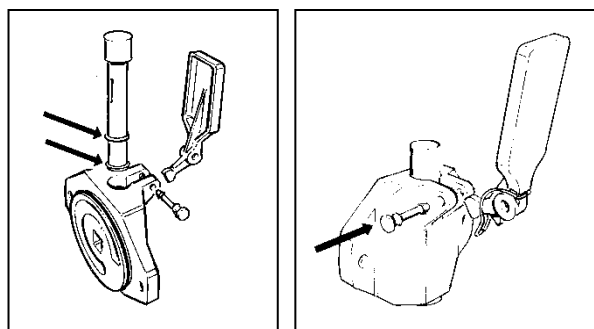

Fig. 20
- **A**près avoir remonté les joints d'étanchéité sur le piston et les avoir bien lubrifiées (fig.20), insérer ce dernier à l'intérieur de son siège dans la bride, monter le levier de distribution et son ressort et rétablir leur connexion avec le goujon d'assemblage (fig.20).